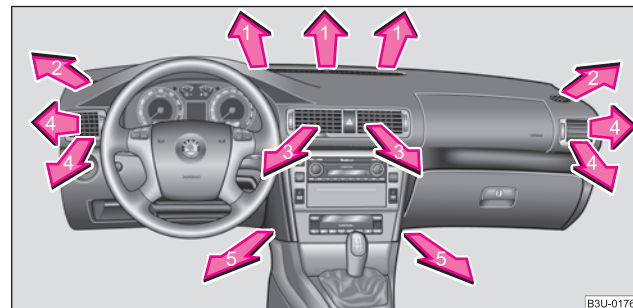
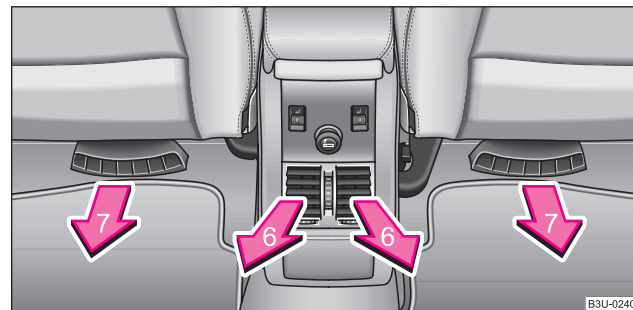

Fig. 111 Difusores de salida de aire delanteros
Fig. 112 Difusores de salida de aire traseros
- Posicione los difusores **3** y **4** ⇒ página 123, fig. 111 hacia arriba.
Los difusores 3 y 4 ⇒ fig. 111 y 6 ⇒ fig. 112 se pueden ajustar también por separado.